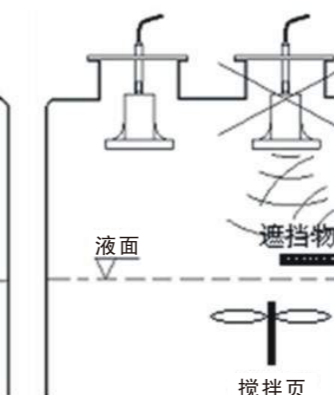

图3-2
- ◆换能器的安装应尽量避免其正下方有遮挡物或泡沫的位置，见图3-2、图3-3；